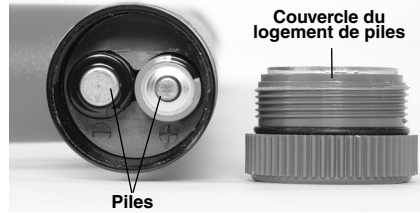

Figure 7 – Remplacement des piles du récepteur
1. Avec l'appareil éteint, dévissez le couvercle du logement de piles en bout du tube (Figure 7). Au besoin, retirez les piles.